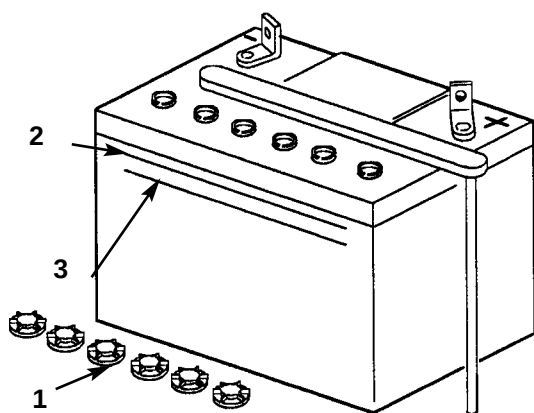

Fig. 22
2. Se på siden af batteriet. Elektrolytten skal stå op til den "ØVERSTE" (UPPER) (fig. 22) streg. Man må ikke lade elektrolytten falde under den "NEDERSTE" (LOWER) streg (fig. 22).
2. Skru påfyldningsdækslerne af (fig. 22).
3. Hæld langsomt destilleret vand ned i hver battericelle, til elektrolytten står op til "ØVERSTE" streg (fig. 22) på batterihuset.